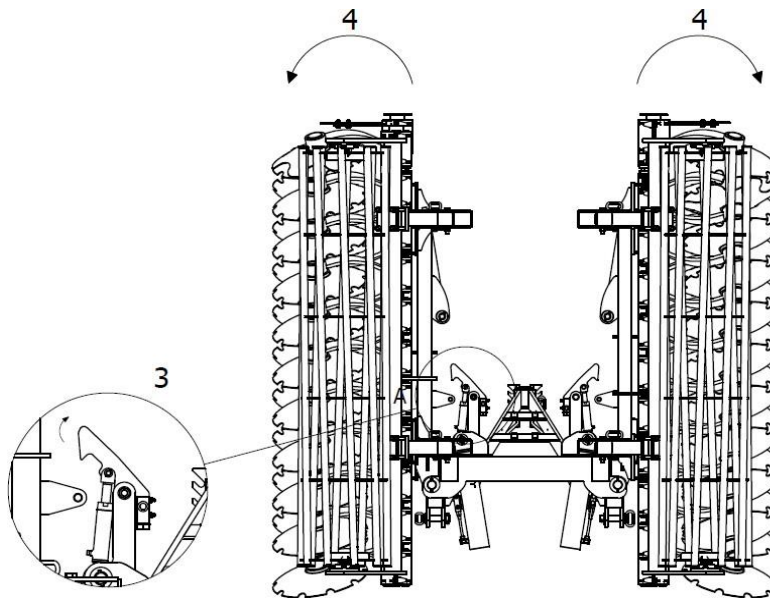

Abb. 7 Reihenfolge der Öffnung der Maschine: 3 - den Haken der hydraulischen Flügelverriegelung lösen, 4 - die Flügel der Maschine öffnen.
3. Nachdem Sie sich vergewissert haben, dass der Haken der hydraulischen Flügelverriegelung die Entriegelung der Maschinenflügel ermöglicht, können Sie diese vollständig öffnen (Abb. 7).